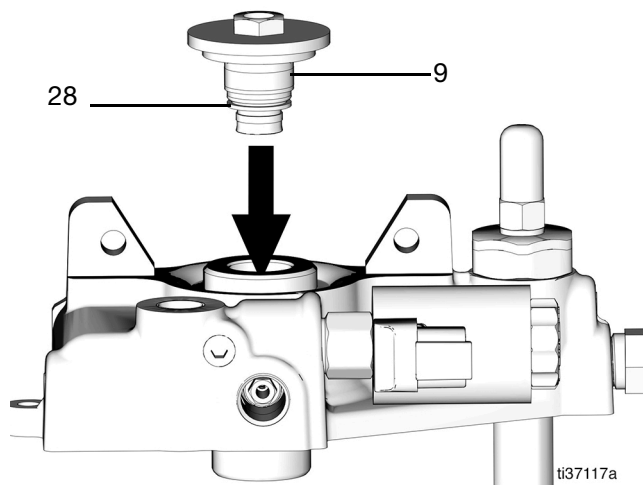

図 53
6. O リング (28) にグリースを塗り、保持ナット (9) をポンプハウジングに配置して、少し締め付けます (図 53)。